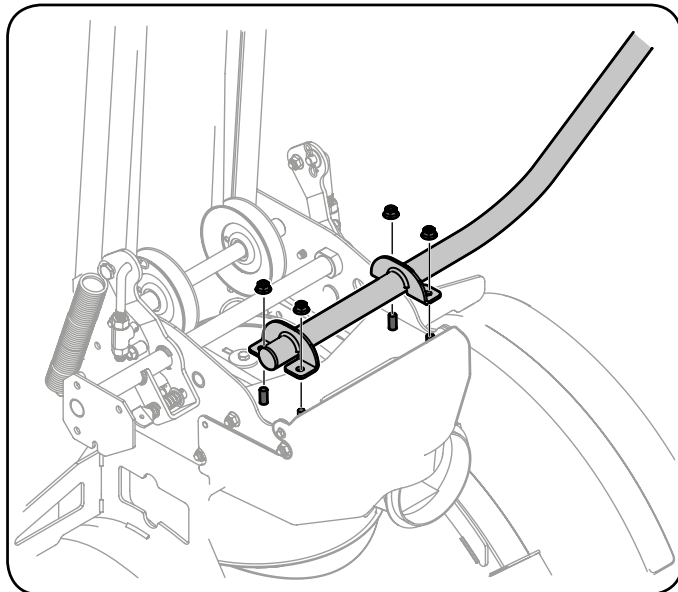

Рисунок 3-15
1. С помощью двух ключей на  $\frac{9}{16}$ » (14 мм) притяните коленчатую рукоятку к корпусу шнека четырьмя фланцевыми гайками (см. рис. 3-15).